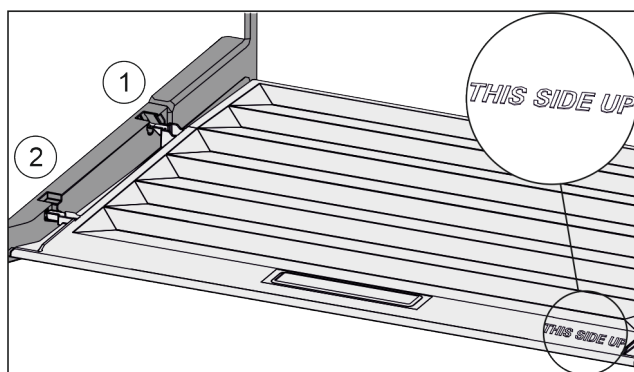

Fig. 39
- ▶ Ramiona pokrywy wprowadzić ponad otworem tylnego uchwyty Fig. 39 (1) i zazębić z przodu w uchwycie Fig. 39 (2).